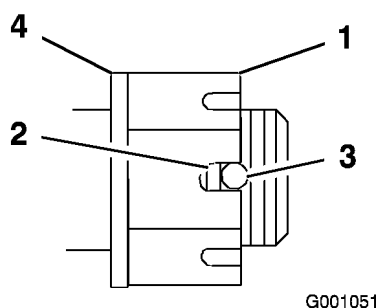

Figure 50
4. Serrez l'écrou crénelé à 170 Nm (Figure 50).
5. Mesurez l'espace entre la base de la fente de l'écrou et le bord intérieur du trou. On ne doit pas voir plus de deux filets (Figure 50).
7. Serrez l'écrou crénelé à 170 Nm (Figure 50).
8. Serrez l'écrou jusqu'à ce que la série de fentes suivante soit en face du trou de l'axe (Figure 50).